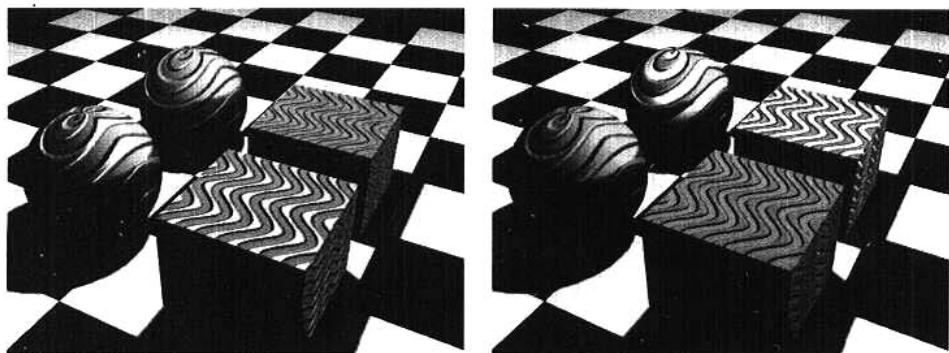

图 15-11 同样的贴图应用到 Specular Level 和 Bump 通道，应用带 Glossiness 和 Bump 通道的效果
3. 给相机视口中的最远端的球体和立方体分配顶部绿色材质，给最近的球体和立方体分配底部青色材质。渲染场景。前景的“山脊”是不光滑的。后面对象的凹进处是有光泽的，在“山脊”上是没有光泽的（如图 15-11 所示）。